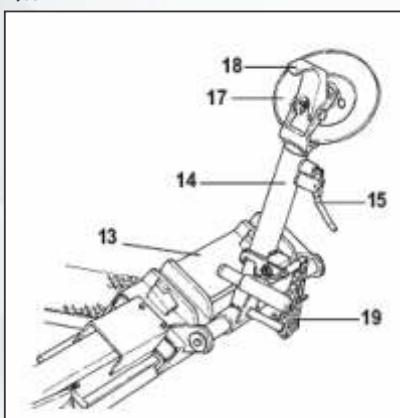

Рисунок 22
- 3) Убедитесь в том, что съемный рычаг находится с боковой стороны колеса. Если нет, нажмите на рычаг 19 (рис.22) и поверните его на 180°.
1) Установите кронштейн съемного рычага 14 (рис.22) в не рабочее положение. Подведите его к внешней стороне колеса и установите рычаг.
2) Вращайте колесо и одновременно вставляйте съемный рычаг 18 (рис.22) между ободом и бортиком, пока он не зафиксируется в этом положении.
7) Убедитесь в том, что съемный рычаг установлен на боковой стороне колеса. Если нет, нажмите на рычаг 19 (рис.22) и поверните его на 180°.
12) Рукояткой 19 (рис.22) поверните съемный рычаг на 180°.
21) Установите кронштейн съемного рычага 14 (рис.22) в рабочее положение.
- 3) Опускайте кронштейн зажимного устройства 14 (рис.22), пока оно не зафиксируется в нужном положении.
8) Отведите кронштейн съемного рычага 14 (рис.22) от обода. Отпустите рукоятку и установите кронштейн в не рабочее положение.
9) Нажмите на рычаг 19 (рис.22) и поверните лапку съемного рычага на 180°, которая при этом автоматически зафиксируется. Установите кронштейн в рабочее положение.